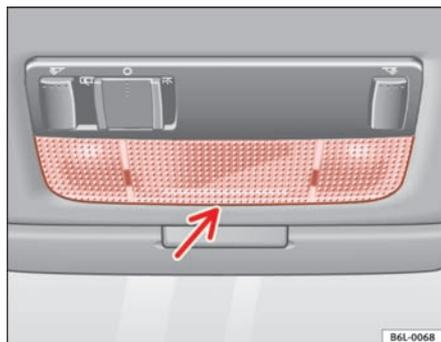

Fig. 167 Luz de lectura delantera
- Introduzca un destornillador fino por su parte plana entre la carcasa y el cristal ⇒ fig. 167.